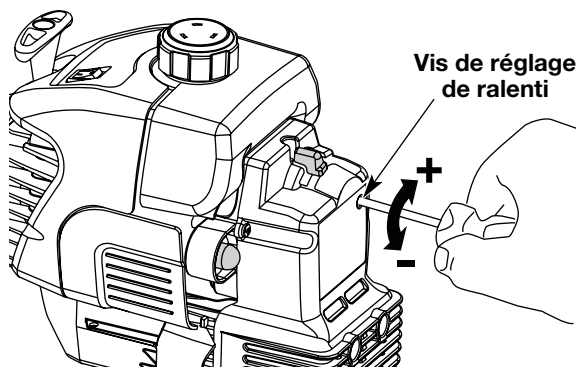

Fig. 29
Le régime ralenti du moteur est réglable par le couvercle du filtre à air/silencieux (Fig. 29).
2. Relâchez le levier d'accélérateur et laissez le moteur au ralenti. Si le moteur s'arrête, insérez un petit tournevis à embout cruciforme dans le trou du filtre à air/couvercle du silencieux (Fig. 29). **Vissez** la vis de ralenti de 1/8 de tour à la fois (selon le besoin) jusqu'à ce que le moteur se mette bien au ralenti.